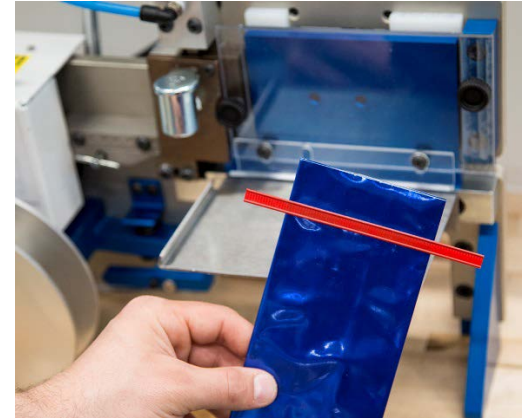

Fig. 21
- Deslice la bolsa para sacarla de la máquina. El Aplicador está listo para otra bolsa. (Fig. 21)